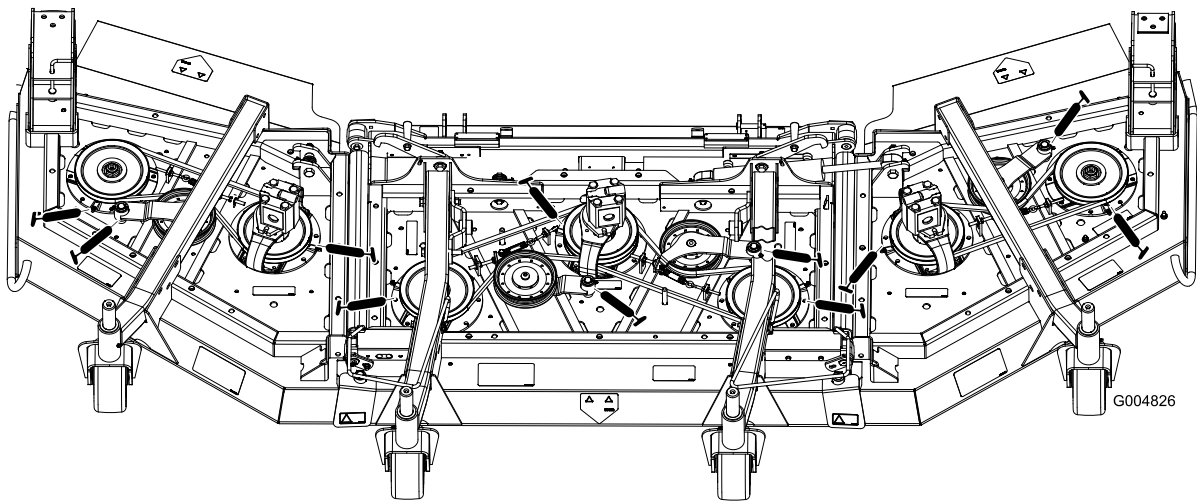

図 40
- スピンドルシャフトのベアリング3ヶ所プーリの下 図 40。
- アイドラームのピボットのブッシュ2ヶ所 図 40